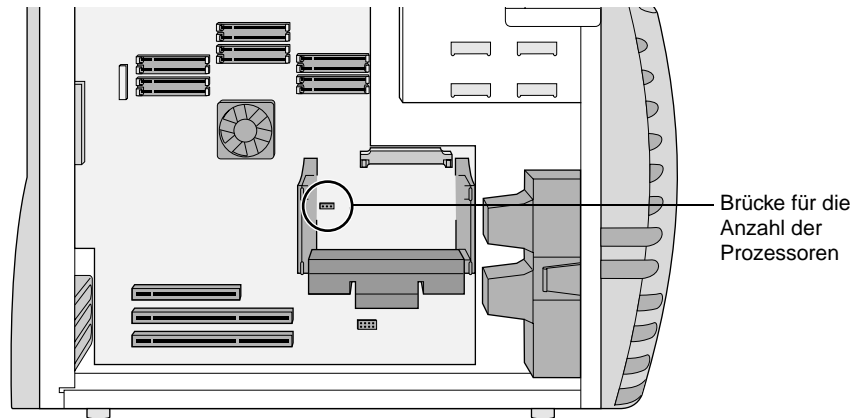

Abbildung 6-2 Brücke für die Anzahl der Prozessoren
Tabelle 6-1 zeigt die korrekte Position der Brücke für die Anzahl der Prozessoren. Auf Abbildung 6-2 sehen Sie, wo sich die Brücke für die Anzahl der Prozessoren in Ihrem System befindet.
- Vergewissern Sie sich, daß die Brücke für die Anzahl der Prozessoren auf die beiden rechten Stifte gesteckt ist (Abbildung 6-2).
10. Wenn Sie einen Prozessor-Terminator im oberen Steckplatz installieren, vergewissern Sie sich, daß die Brücke für die Anzahl der Prozessoren auf den beiden äußeren linken Stiften steckt. (In Tabelle 6-1 sehen Sie die korrekte Position für die Brücke, und Abbildung 6-2 zeigt die Lage der Brücke auf der Systemplatine.)